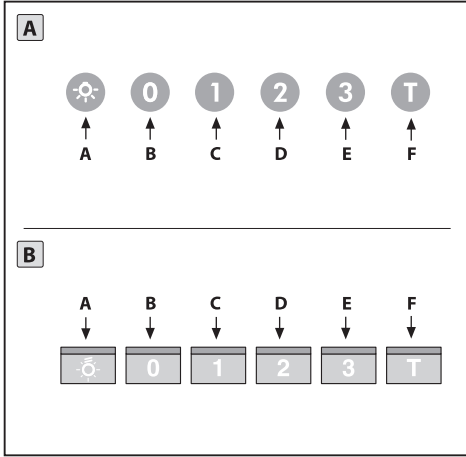

Fig.21
• **Manöverfunktioner lysande (Fig.21)** beskrivs symbolerna här nedan: